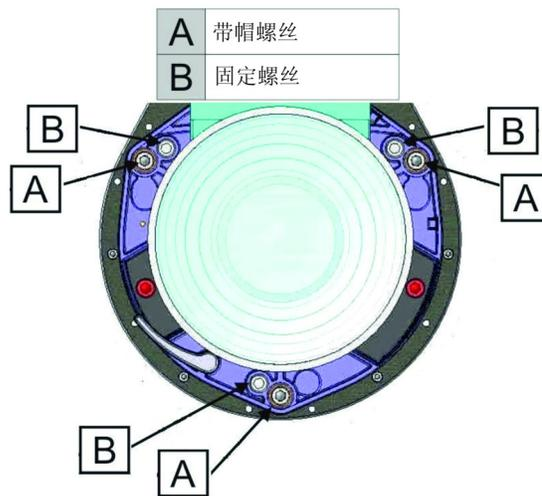

图 2-4 位置
4. 使用 5mm 的 Allen 内 手 开镜头 上的 3 固定 ，参 图 2-4。
5. 通过调整相应镜头 调十字准线图案 I 的对焦，参 图 2-4。调整直 十字准线影像 对焦，同时光 尽可能小。
6. 通过调整相应镜头 调整十字准线图案 II，参 图 2-4。调整直 十字准线影像 对焦，同时光 尽可能小。